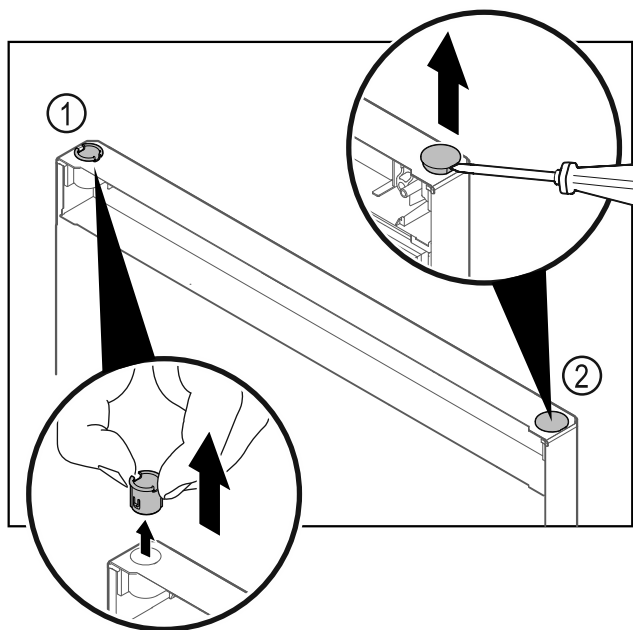

Fig. 39 Deur vriesgedeelte
- Scharnierbus Fig. 39 (1) met de vingers eruit trekken.
- Afdekstop Fig. 39 (2) voorzichtig met een sleufschroevendraaier optillen en eruit trekken.